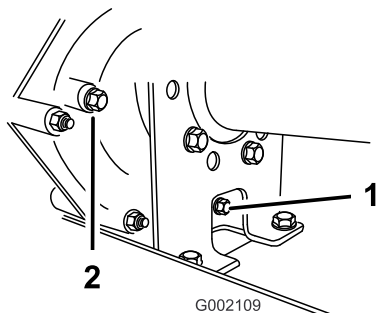
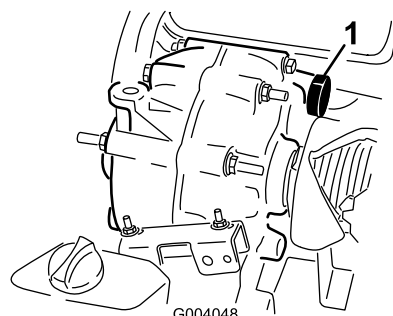

図 46
図 47
1. 補給口の周囲をウェスできれいにふき取る(図 46)。
2. 補給プラグを左に回して抜きとる(図 46)。
3. 補給口からのぞきこんで、トランスミッションオイルの量を確認する(図 46)。
5. ガスケットと補給プラグを元通りに取り付ける(図 46)。
1. 補給口およびドレン口の周囲をウェスできれいにふき取る図 46。
3. 補給プラグを左に回して抜きとる図 46。
4. ドレンプラグを左に回して抜きとる図 46。
5. ガスケットとドレンプラグを元通りに取り付ける図 46。
6. 補給口から、オイル溜め図 47に、所定のトランスミッションオイル約 1.4 リットルを入れる。これで補給口のねじ山の下位置までオイルが入る図 46。
7. ガスケットと補給プラグを元通りに取り付ける図 46。
9. オイルの量を点検し、ねじ山の下位置よりも下がっている場合には適宜追加する図 46。